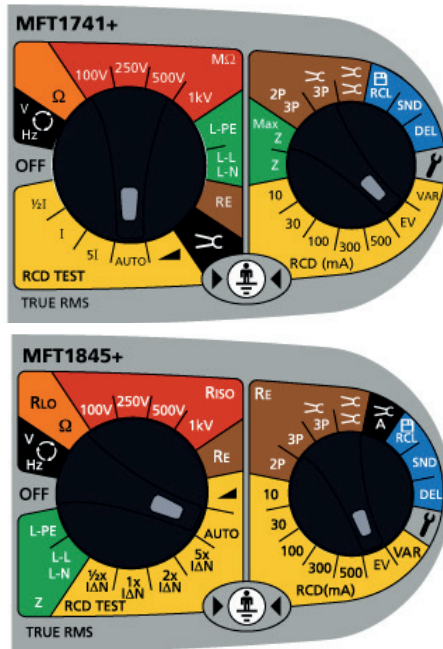

Figura 1, Configuración del interruptor
1. Seleccione la opción automática “auto” con el mando giratorio izquierdo (como se muestra en la Figura 1).